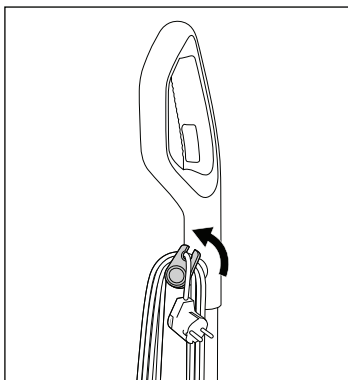

Fig. 43
- ♦ Tire ligeramente hacia fuera del enganche superior del enrollables **16** y vuelva a girarlo hacia arriba (consulte la fig. 43).